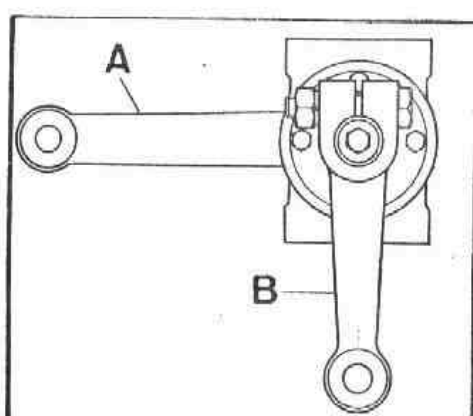

Fig. G-21 Posición de las bieletas de la caja compensadora
- 2.4. Situar las ruedas delanteras en posición enderezada y el volante en posición intermedia, empalmado seguidamente la bieleta superior al eje de la caja = compensadora, pudiendo ser necesario un ligero ajuste de la barra para alinear las estrías de la bieleta superior y el eje de la caja compensadora. -- Apretar el perno pasante con una tensión de 7,6 mkg (Fig. G-21).